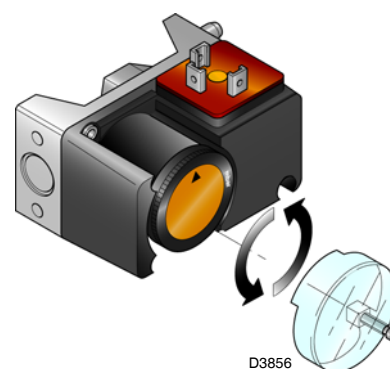

图 32
- 调节最大燃气压力开关（第 35 页图 32）到量程的终止位置。
上述调整结束后，开始调节最大燃气压力开关（图 32），此时开关应置于量程的终止位置。